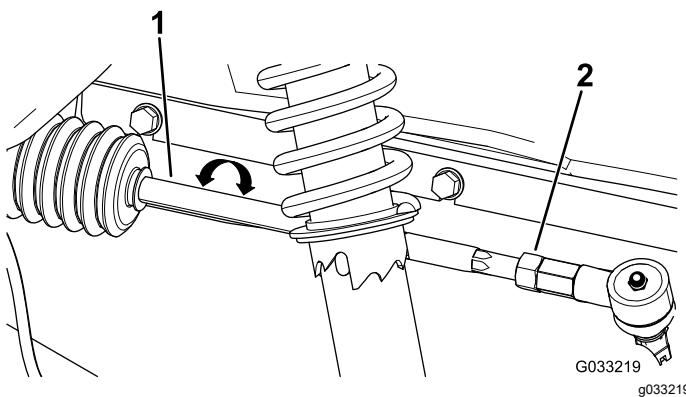

Figura 57
2. Si la distancia no es de entre 0 y 6 mm, afloje las contratuerca en el extremo exterior de las bielas (Figura 57).